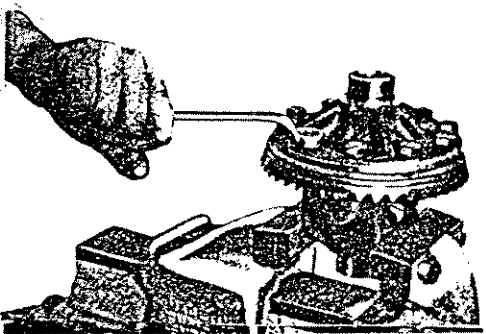

Abb. 66
Nachdem man das Differentialgehäuse (71) in einen Schraubstock eingespannt hat, können die Bolzen (72) und Federscheiben entfernt und das Tellerrad (7) aus seinem Führungzapfen am Gehäuse (Abb.66) herausgenommen werden.